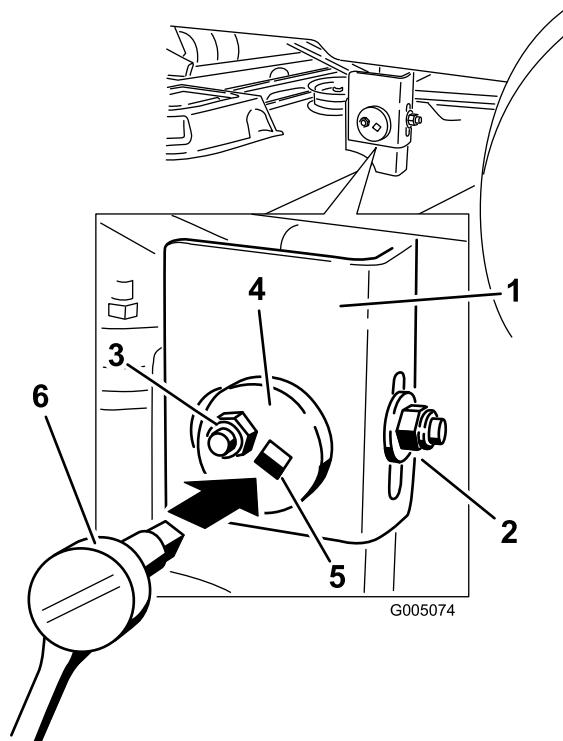

Figura 49
6. Mueva al lado izquierdo de la máquina. Afloje, pero no retire, la tuerca de bloqueo trasera de la barra de soporte (Figura 49).
7. Afloje la tuerca de bloqueo lateral de la barra de soporte lo suficiente para permitir ajustar la placa excéntrica (Figura 49). Utilice una llave de extensión de 3/8 pulgada de una llave de tubo para manipular la placa excéntrica. Utilice la llave para ajustar la altura de la plataforma del cortacésped a la altura deseada.
8. Cuando la plataforma esté en la posición deseada, apriete la tuerca de bloqueo lateral de la barra de soporte para fijar la posición nueva (Figura 49). Apriete la tuerca de bloqueo trasera de la barra de soporte.